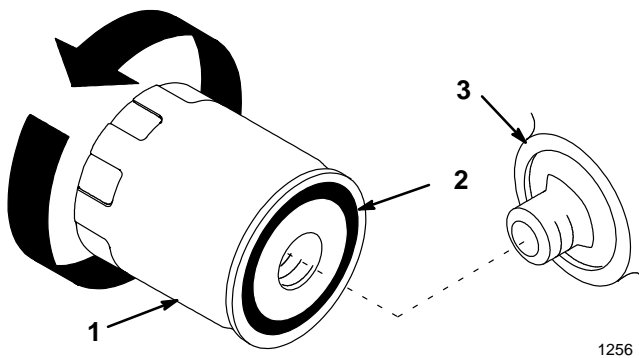

Figure 18
3. Enduire d'une mince couche d'huile fraîche le joint de caoutchouc du filtre neuf (Fig. 18).
4. Monter le nouveau filtre à huile sur l'adaptateur, en vissant le filtre dans le sens des aiguilles d'une montre jusqu'à ce que le joint de caoutchouc touche l'adaptateur, puis en le vissant encore de 1/2 tour supplémentaire (Fig. 18).